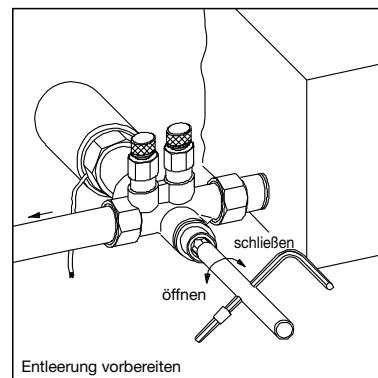

Bild 3
3. Mit dem Sechskantschlüssel SW 10, durch Linksdrehen den Einsatz lockern, max. $\frac{1}{4}$ Gewindegang (Bild 3).
2. Nach dem Befüllen den Sechskantschlüssel SW 10 wieder auf das Entleerungs- und Füllwerkzeug aufsetzen und den Einsatz durch Rechtsdrehen schließen (Bild 3).
3. Entleerungs- und Füllwerkzeug von der Armatur abschrauben und mit Sechskantschlüssel SW 10 den Einsatz mit max. 10 Nm nachziehen (Bild 3).
4. Mit Sechskantschlüssel SW 10 durch Rechtsdrehen des Einsatzes die Armatur schließen und mit max. 10 Nm anziehen (Bild 3).